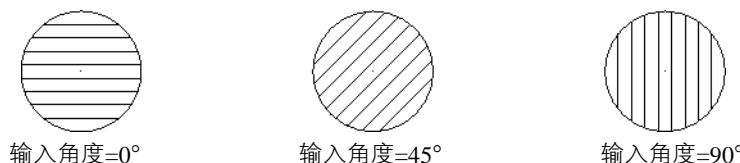

图 5-51 剖面线条的角度
- 角度：除了剖面线间距可以控制外，剖面线的倾斜角度也可以控制。大家可能已经注意到了“剖面线选项”对话框的“角度”文本输入框，填充的角度为 45° ，表示剖面线与 X 轴的夹角为 45° 。要改变填充剖面线的倾角时，只要在“角度”文本输入框输入相应的值即可，如图 5-51 所示。